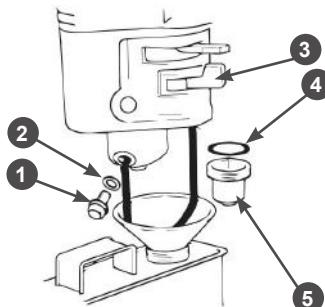

Рис. 18 Обслуживание фильтра-отстойника
Через каждые 300 часов работы необходимо производить очистку топливного бака от грязи и конденсата. Одновременно с очисткой топливного бака необходимо проверять и очищать фильтр 4, установленный внутри бака (Рис. 18). Поврежденный или сильно загрязненный фильтр необходимо заменить.
- Установите рычаг 3 топливного крана в положение «ЗАКРЫТО» (Рис. 18).
- Открутите стакан 5 отстойника, вылейте из него топливо в заранее подготовленную емкость (Рис. 18).